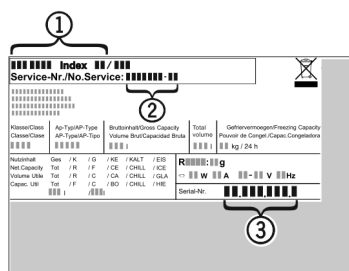

Fig. 7
- ▶ Den Kundendienst benachrichtigen und den Fehler, Gerätebezeichnung *Fig. 7 (1)*, Service-Nr. *Fig. 7 (2)* und Serial-Nr. *Fig. 7 (3)* mitteilen.